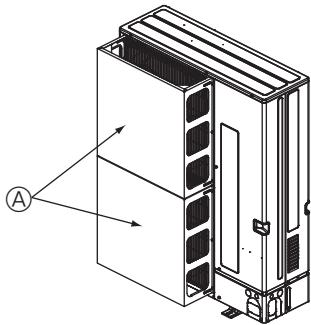
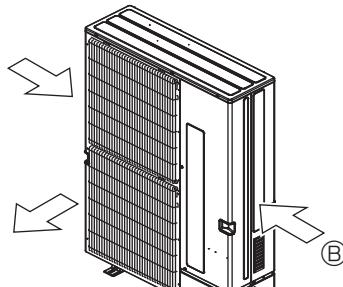
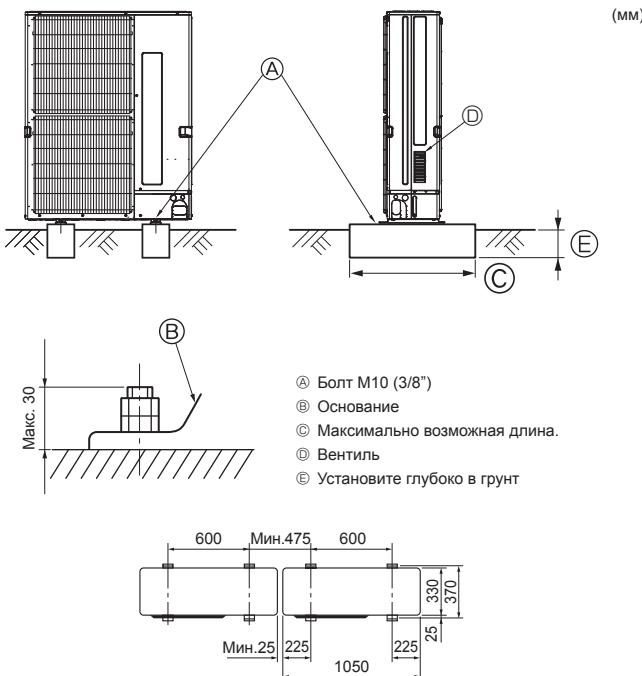

Fig. 2-16
Fig. 2-17
Fig. 3-1
① Установите дополнительный воздуховод выходного отверстия и основной воздуховод, если прибор установлен в месте, где сильный ветер от тайфуна и др. может попадать непосредственно в вентиляционную решетку. (Fig. 2-16)
② Воздуховод выходного отверстия
② По возможности разместите прибор так, чтобы воздух из выходного отверстия выдувался в направлении, перпендикулярном к сезонному направлению ветра. (Fig. 2-17)
③ Направление ветра
- Обязательно устанавливайте прибор на твердой ровной поверхности для предотвращения его дребезжания во время эксплуатации. (Fig. 3-1)